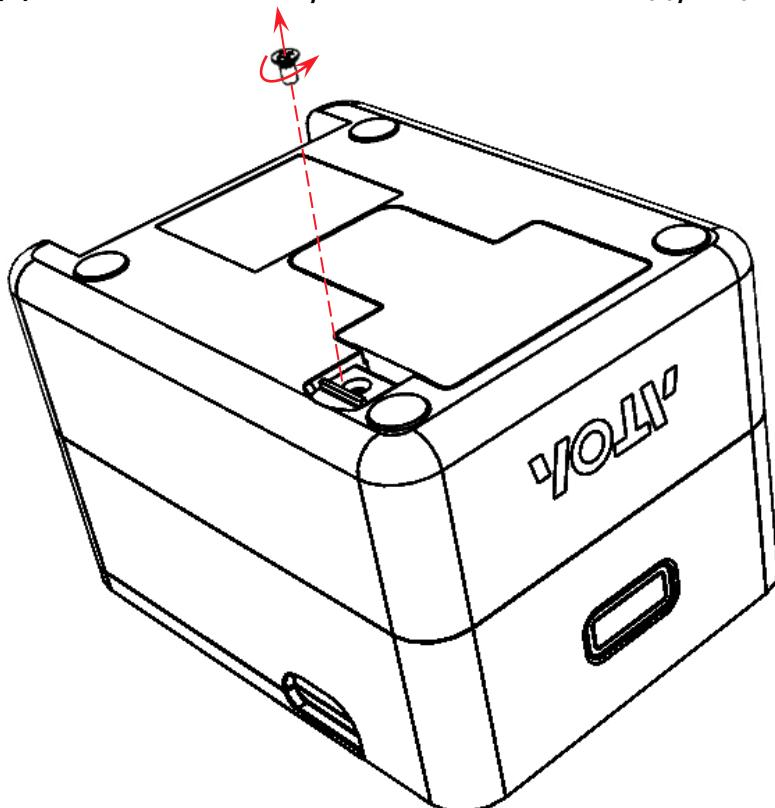

Рисунок 13. Винт крепления крышки отсека для ФН
**12** Вкрутить винт крепления крышки отсека ФН (см. рисунок 13).